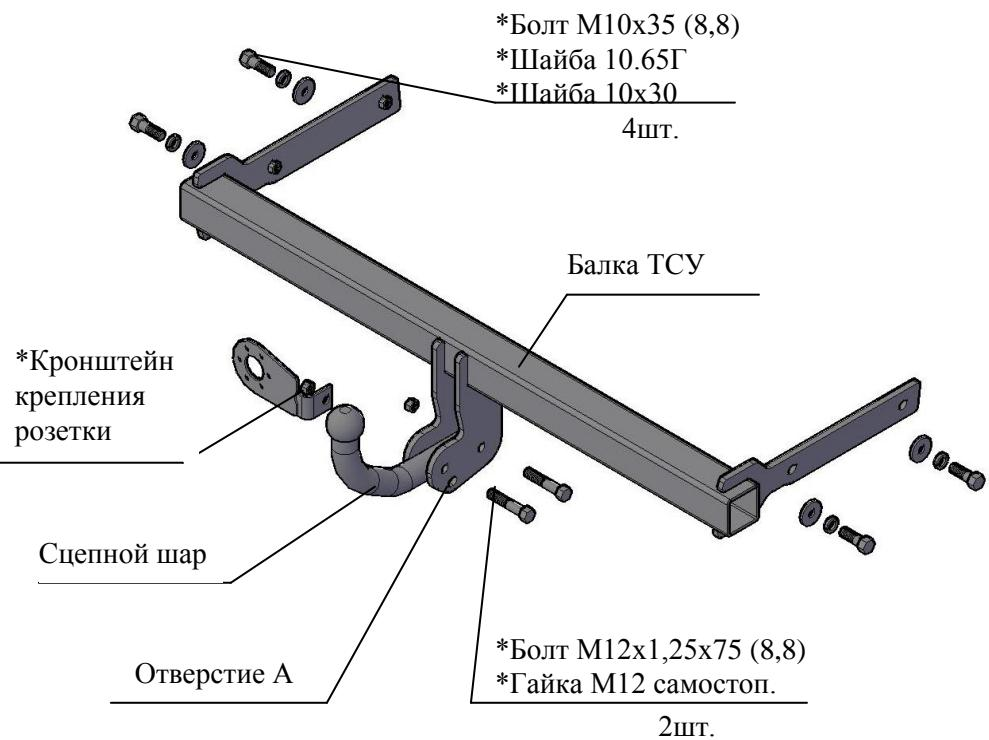

Рис.1 Тягово-сцепное устройство ТСУ 9740
2.1 ТСУ 9740 в сборе (рис.1)	1 шт.
2.2 Пакет с комплектующими (см. рис.1) Задний колпак	1 шт.